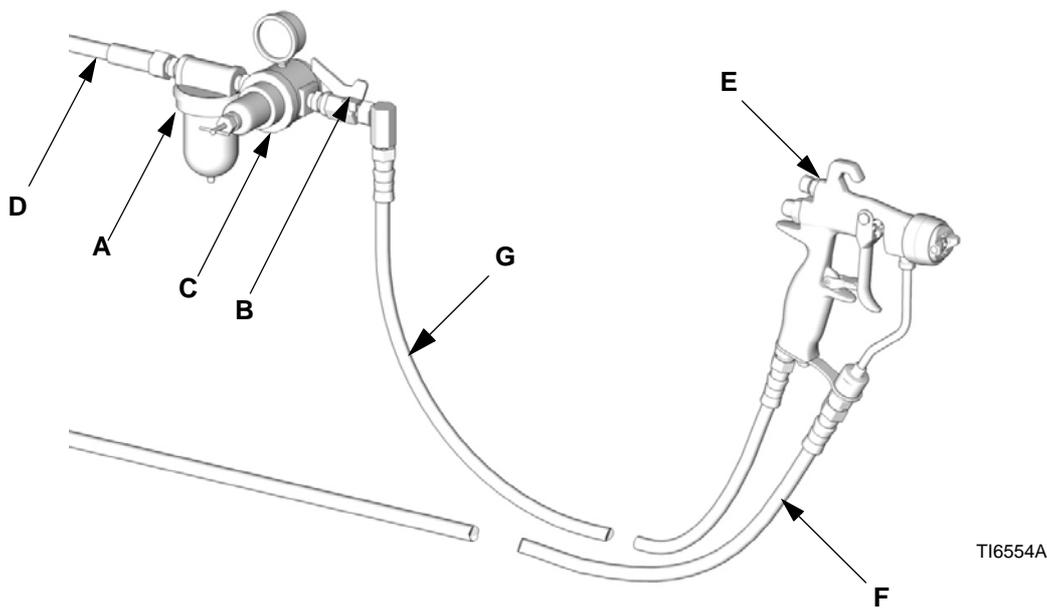

FIG. 1 : Installation type (illustration modèle G15)
REMARQUE : Le schéma d'installation type représenté à la FIG. 1 n'est qu'un guide pour la sélection et l'installation de systèmes de pulvérisation à air-assisté. Contactez votre distributeur Graco pour toute assistance dans la conception d'un système répondant à vos besoins.
1. Montez un filtre à air (A) sur la tuyauterie d'air pour assurer une alimentation du pistolet en air sec et propre. Les saletés et l'humidité peuvent ruiner l'apparence de votre pièce finie. Voir FIG. 1.
2. Installez un régulateur de pression d'air (C) sur la tuyauterie d'air du pistolet pour réguler l'air arrivant au pistolet.
3. Installez une vanne d'arrêt d'air (B) sur la canalisation d'air principale et sur la conduite d'air de la pompe, pour couper l'arrivée d'air au pistolet.